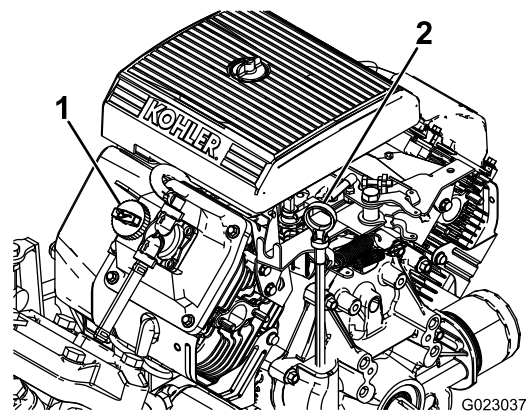

Figura 10
2. Remova a vareta de nível e limpe-a com um pano limpo (Figura 10).
4. Se o nível de óleo estiver baixo, remova a tampa de enchimento da tampa da válvula (Figura 10) e despeje óleo na abertura até que o nível de óleo atinja a marca FULL na vareta de nível; consulte Manutenção do óleo do motor \(página 50\) para conferir o tipo de óleo e a viscosidade adequados.